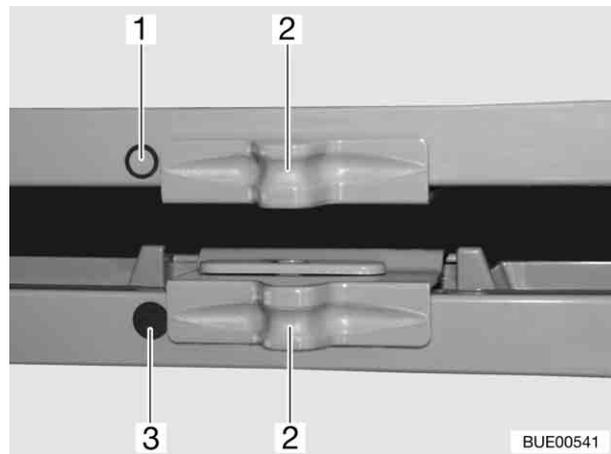

Bild 124 Verriegelung der Kühlschrantür /des Frosterfachs (RM 7651)
- Verriegelung (Bild 124,2) zur Seite schieben, so dass der Ring "○" (Bild 124,1) sichtbar ist.
- Verriegelung (Bild 124,2) zur Seite schieben, so dass der volle Punkt "●" (Bild 124,3) sichtbar ist.